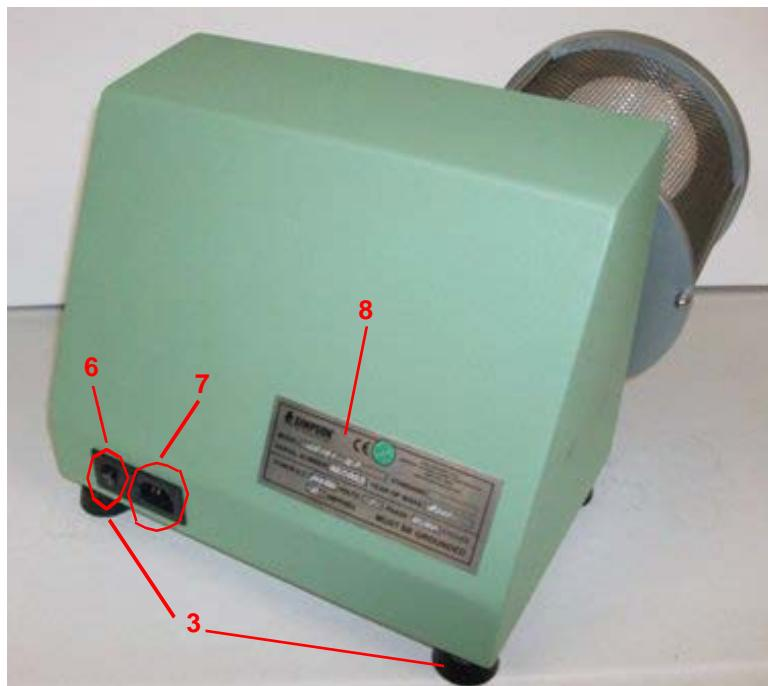

Рисунок 9: Вид прибора сзади
1. Включите питание при помощи выключателя на задней стороне прибора (поз.6, рис.9). Дисплей включится и изменится на то, как показано на Графике 1 выше.